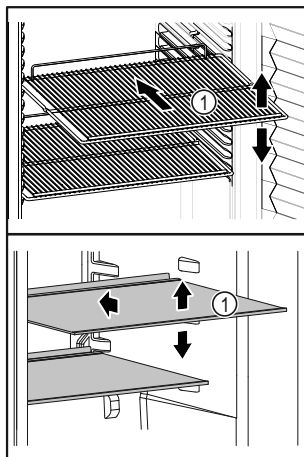

Fig. 23 Reprezentare exemplificativă
- ❑ Dacă polițele Fig. 23 (1) pot fi mutate, adaptați-le în funcție de înălțime.